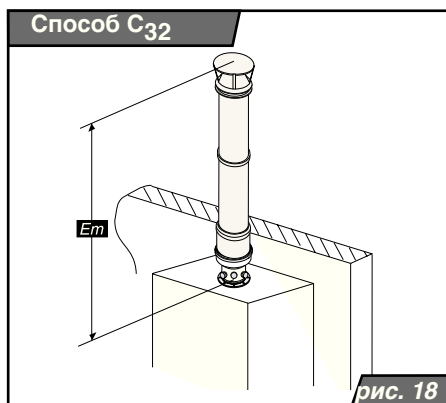

рис. 18
**Способ С32** – вертикальные трассы и их вертикальный выход в свободное пространство. Для вывода отдельного трубопровода действительно то же, что и у способа С12. Пример вертикальной трассы спаренного трубопровода - исполнение С32 (в соответствии со стандартом ЧСН ЕН 483) показан на рис. 18.